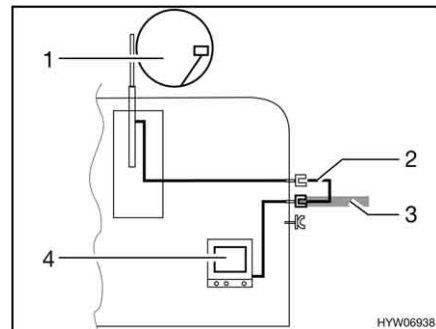

Bild 154 TV i fordonet
- TV i fordonet (Bild 154,4): Anslutning till takantenn (Bild 154,1) med anslutningskabel (Bild 154,2)
- TV i fordonet (Bild 154,4): Anslutning till extern antenn (Bild 154,3)